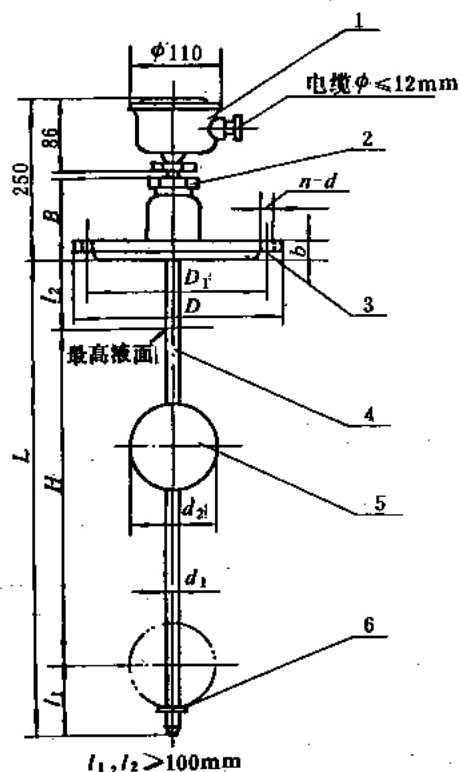
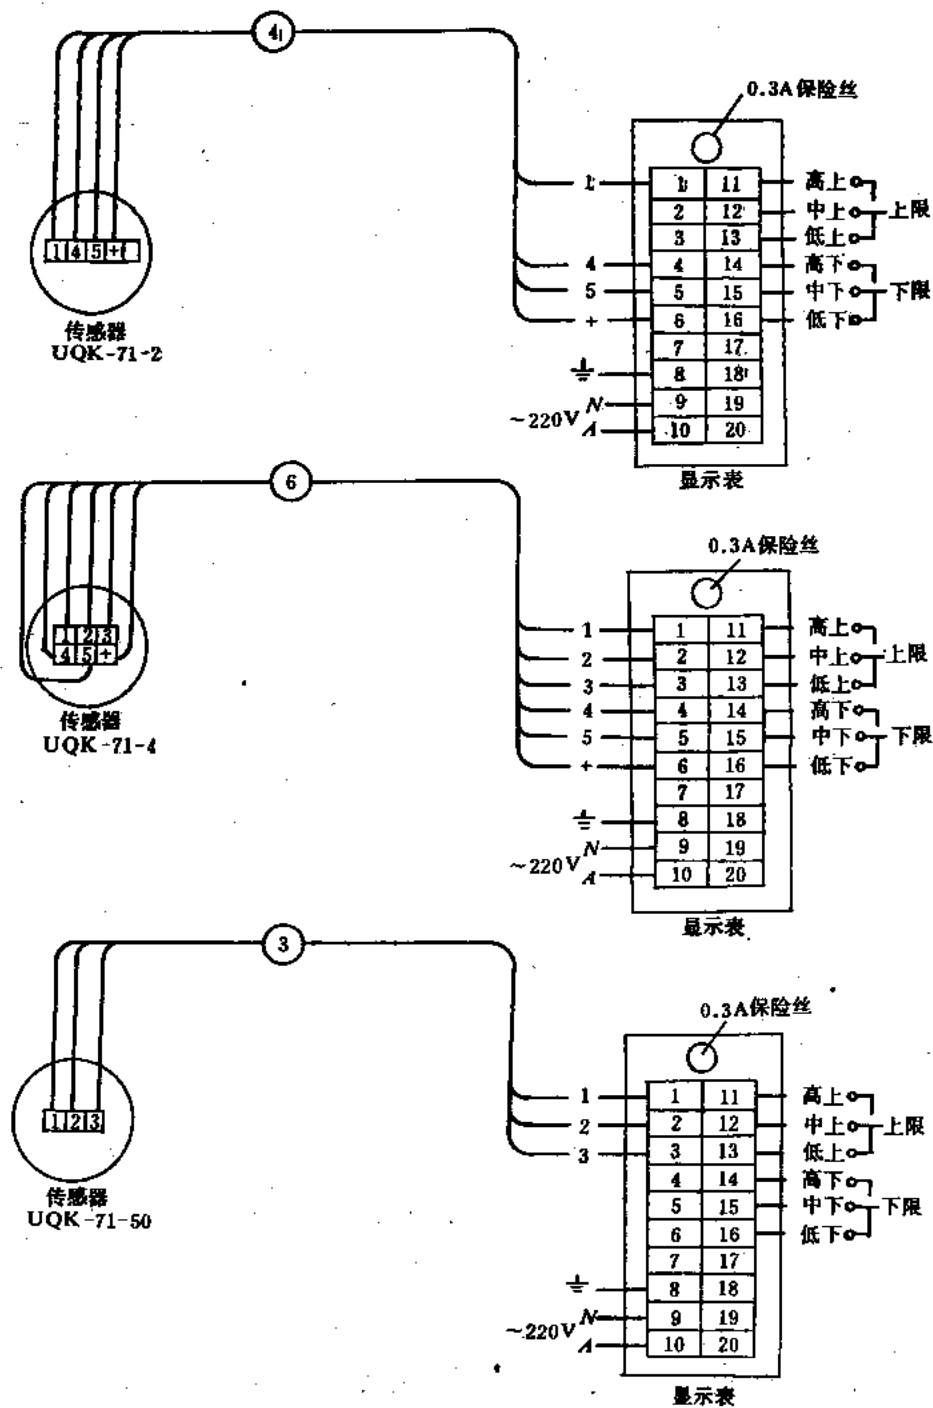
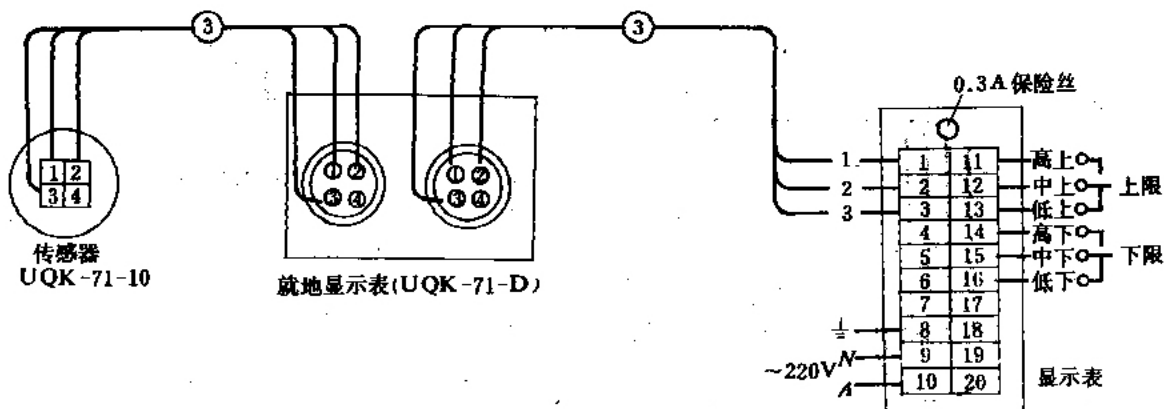

图 17-5-38 传感器外形尺寸
图 17-5-42 UQK-71系列液位传感器与显示表的接线方法
图 17-5-43 UQK-71 系列液位传感器与显示表或就地显示表的接线方法
(1) 传感器: 外形尺寸见图17-5-38, 传感器液位测量高度及立管、浮球、密封法兰尺寸见表17-5-10。
(2) 传感器外形尺寸见图17-5-38。传感器与显示表的接线方法见图17-5-42及图17-5-43。